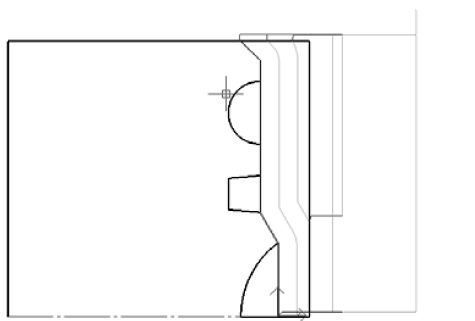

图 8-78 右端面刀具路径
2) 在立即菜单中选择【单个拾取】选项，状态栏中提示“拾取被加工表面轮廓”。当拾取第一条轮廓线后，此轮廓线变成红色的虚线，系统提示“选择方向”，依次拾取加工表面轮廓线并单击鼠标右键确定；状态栏中提示“拾取定义的毛坯轮廓”，顺序拾取毛坯的轮廓线并单击鼠标右键确定；状态栏中提示“输入进退到点”，输入“5, 95”后按回车键，生成如图 8-78 所示的刀具路径。
(3) 生成右端端面 R5mm 圆弧刀具路径